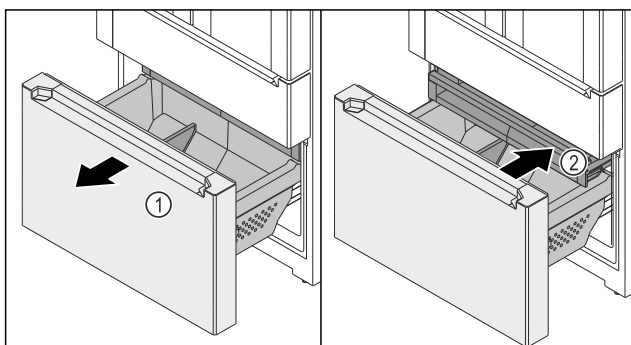

Fig. 152
- ▶ Wózek wysuwany Fig. 152 (1) wysunąć aż do oporu.
- ▶ Szuflada Fig. 152 (2) jest wysunięta automatycznie.
- ▶ Wsunąć szufladę Fig. 152 (2).